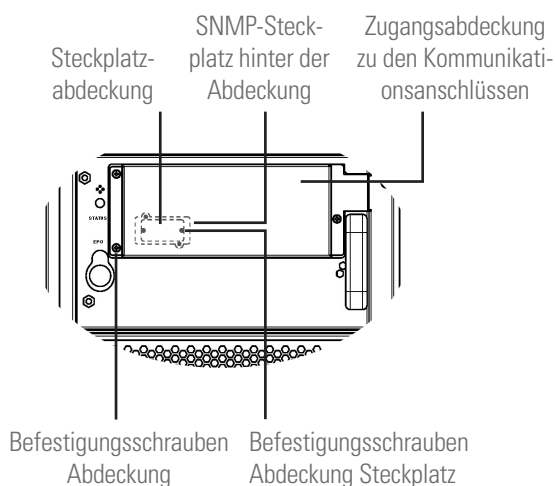

Abb. 64. Steckplatz für SNMP im Baugruppenträger mit 2 und 4 Steckplätzen für Leistungsmodule.
- In den Baugruppenträgern mit 2 und 4 Steckplätzen ist das Leistungsmodul hinter der Abdeckung angebracht, die Zugang zu den Kommunikationsanschlüssen bietet, an der Seite des Überwachungspanel mit Touchscreen, siehe Abb. 64.